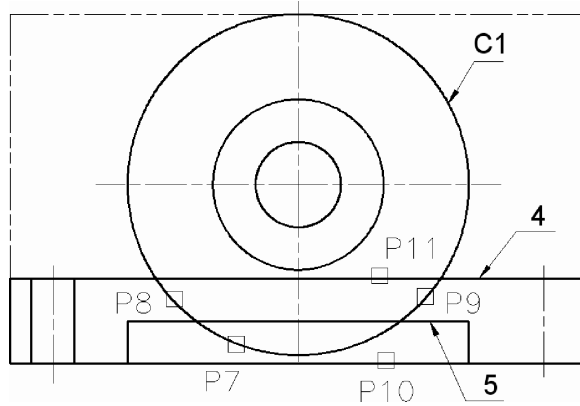

Fig. 6.126 Proiecția verticală – pasul 2
- Pentru eliminarea porțiunilor de linie nedorite – vezi Fig. 6.126 – se folosește comanda **Trim**.